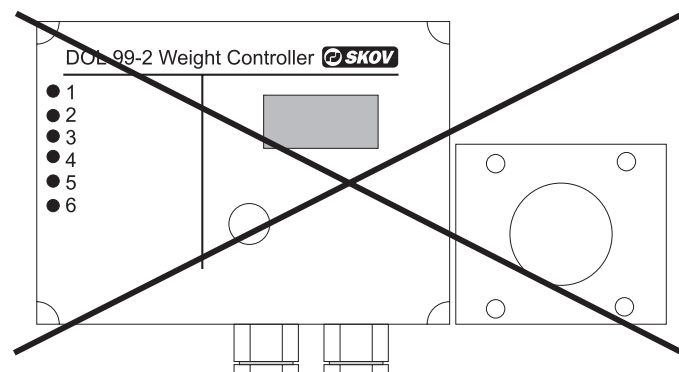

Fig 1.
1. Fjern nødstop og styreboks fra den gamle vægt, se fig. 1.
1. Remove the emergency stop and the control box from the old weigher, see fig. 1.
1. Den Notstop og Steuerkasten von der alten Waage entfernen, siehe Abb. 1.